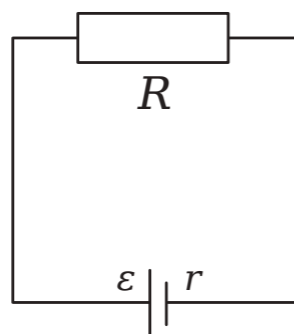

Рисунок 1.
**Полная цепь** – цепь, содержащая источник тока (источник ЭДС). Для наглядного примера возьмем самый простой вариант – цепь с одним источником ЭДС и одним потребителем (рисунок 1).